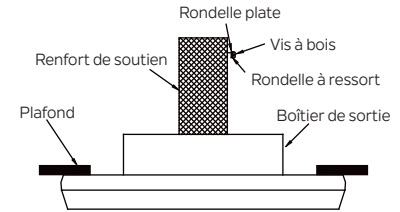

Fig. 6
Étape 1. Enfoncez une vis à bois et des rondelles dans le côté de l'entretoise qui maintient le boîtier de sortie. Laissez 3 mm (1/8 po) d'espace entre le renfort de support et la rondelle. (Fig. 6)